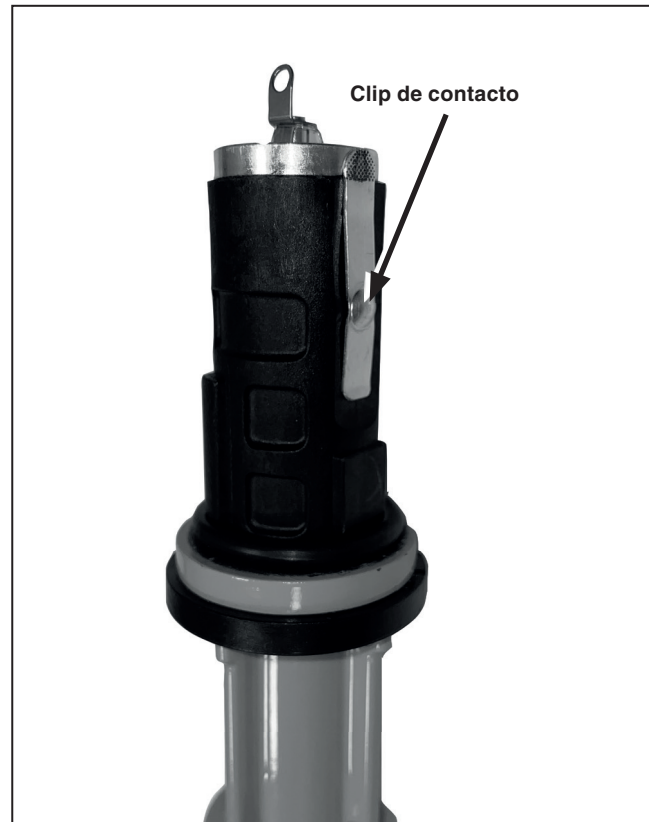

Figura 6. Clip de contacto del tubo portafusible del Fault Tamer.
- PASO 7.** Inspeccione visualmente el clip de contacto en el tubo portafusible como se muestra en la Figura 6 por daños o erosión. Deben reemplazarse los tubos portafusibles con daños en el clip de contacto o erosión.